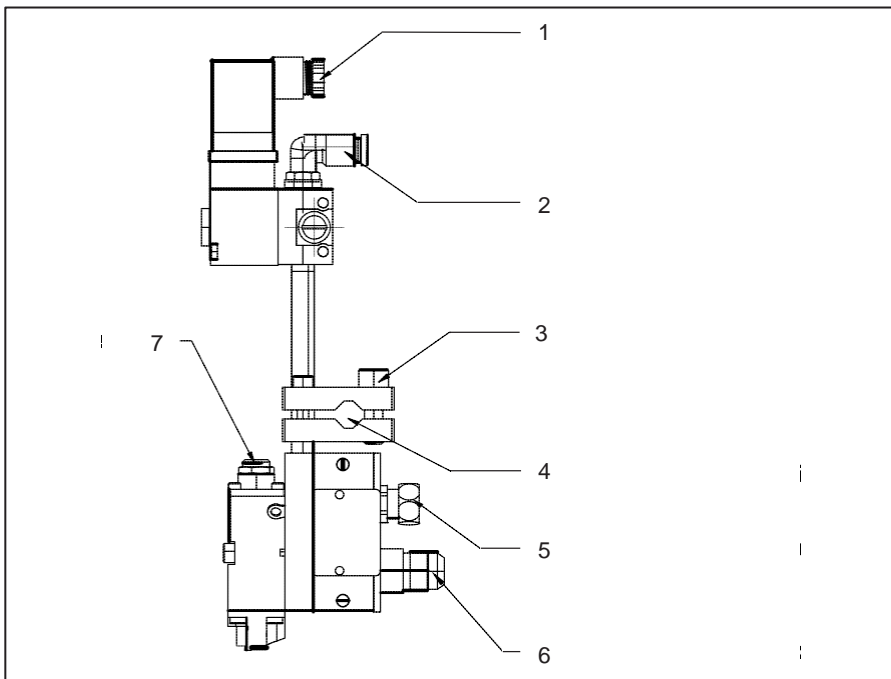

Bild 2: Anschlüsse
1. Schraube (Bild 2/3) mit einem Innensechskant-Schlüssel lösen.
2. Die Öffnung (Bild 2/4) der Klammer über die Halterungsstange (7...12 mm Ø) schieben.
4. Schraube (Bild 2/3) festziehen.
3. Den Stecker (Bild 2/1) des Kabels für die Ansteuerung des Magnetventils aufstecken.
5. Den Steckverbinder am Ende von Kabel (Bild 2/5) mit dem Gegenstecker am heizbaren Schlauch verbinden.
Verbinden Sie die Druckluftzufuhr (Schnellkupplung PK 6) mit dem Anschluss (Bild 2/2).
3. Heizbaren Schlauch mit Anschluss (Bild 2/6) mit Gabelschlüssel (SW 17 oder SW 19) verschrauben. Dabei am Auftragskopf mit Gabelschlüssel SW 18 kontern.